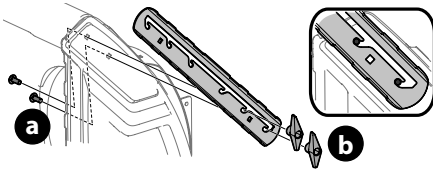

Figura 42
1. Afloje los dos pernos del carro (a) y las tuercas de mariposa (b) que sujetan cada cortador de desplazamiento de nieve a los lados de la caja de la barrena (Figura 42).